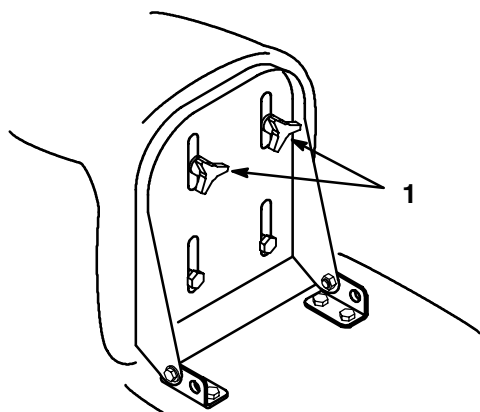

Abbildung 2
1. Den Sitz anheben und die Einstellknöpfe lösen (Abb. 2).